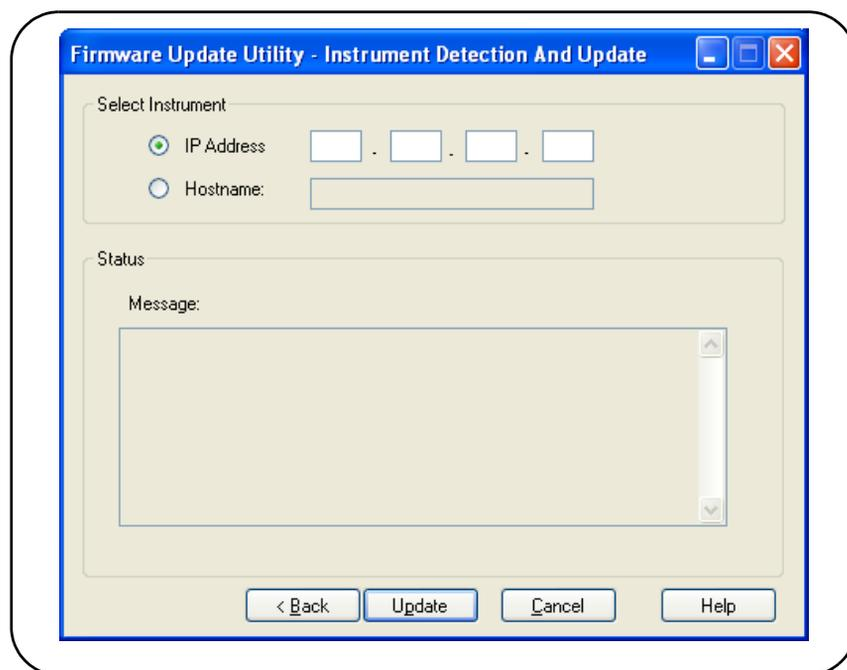

Figure 2-11. Saisie de l'adresse IP ou du nom d'hôte
3. Entrez l'adresse IP ou le nom d'hôte du compteur (Figure 2-11). Sélectionnez Update pour lancer la mise à jour.